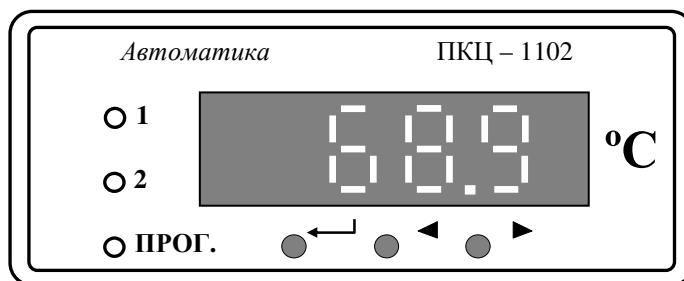

Рисунок 1 - Внешний вид передней панели
4.1.5 На передней панели (Рисунок 1 ) расположены следующие элементы: